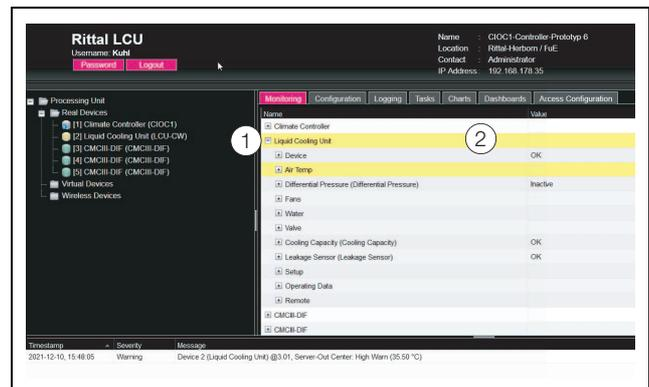

Abb. 37: Auswahl mehrerer Parameter
- Klappen Sie nur den Eintrag „Liquid Cooling Unit“ aus, indem Sie auf das „Plus“-Zeichen vor diesem Eintrag klicken (Abb. 37, Pos. 1).
- Setzen Sie den Mauszeiger an das Ende der ersten Spalte in der Zeile „Liquid Cooling Unit“ (Abb. 37, Pos. 2). Es erscheint ein „Edit“-Symbol und der Mauszeiger ändert sich in ein „Hand“-Symbol.